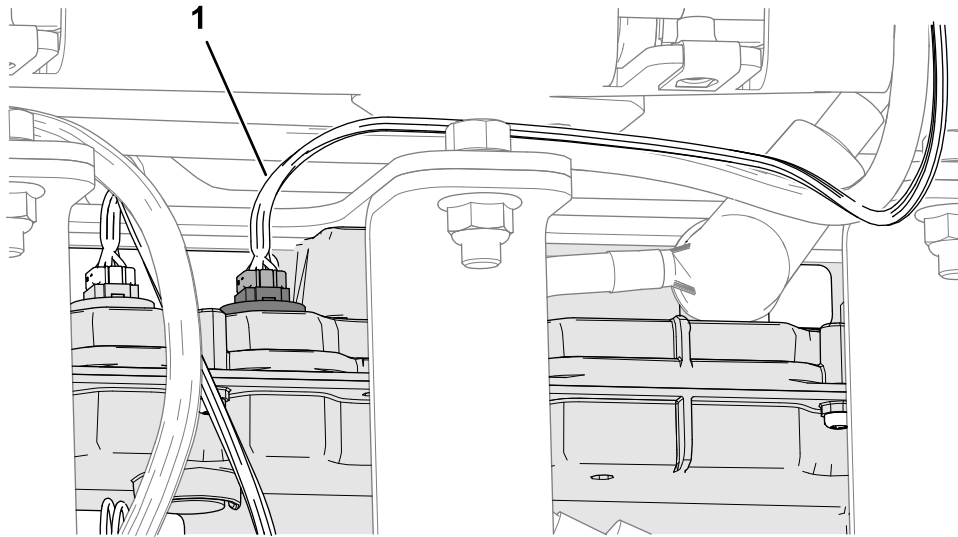

Figure 26
3. Branchez l'extrémité restante du faisceau d'interface de données (63,5 cm) dans la prise de batterie supérieure, comme montré à la Figure 26.